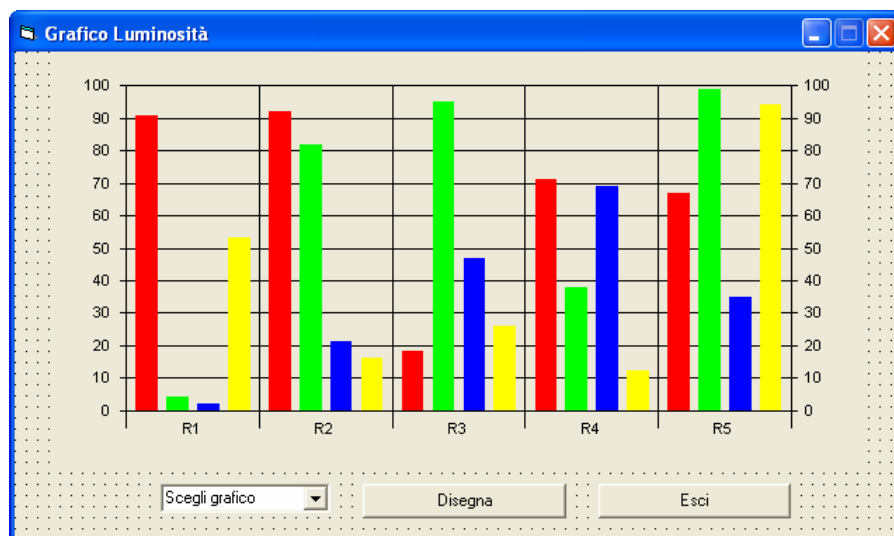

Fig 7 Form Grafico Luminosità
- **mnuGraficoL_Click:** È richiamata con un click sul menù Grafico Luminosità. Permette di disegnare il grafico relativo all'andamento della luminosità. In particolare rende visibile il Form frmGraficoLuminosita. In fig 7 si riporta la schermata relativa al Form per il grafico della luminosità.